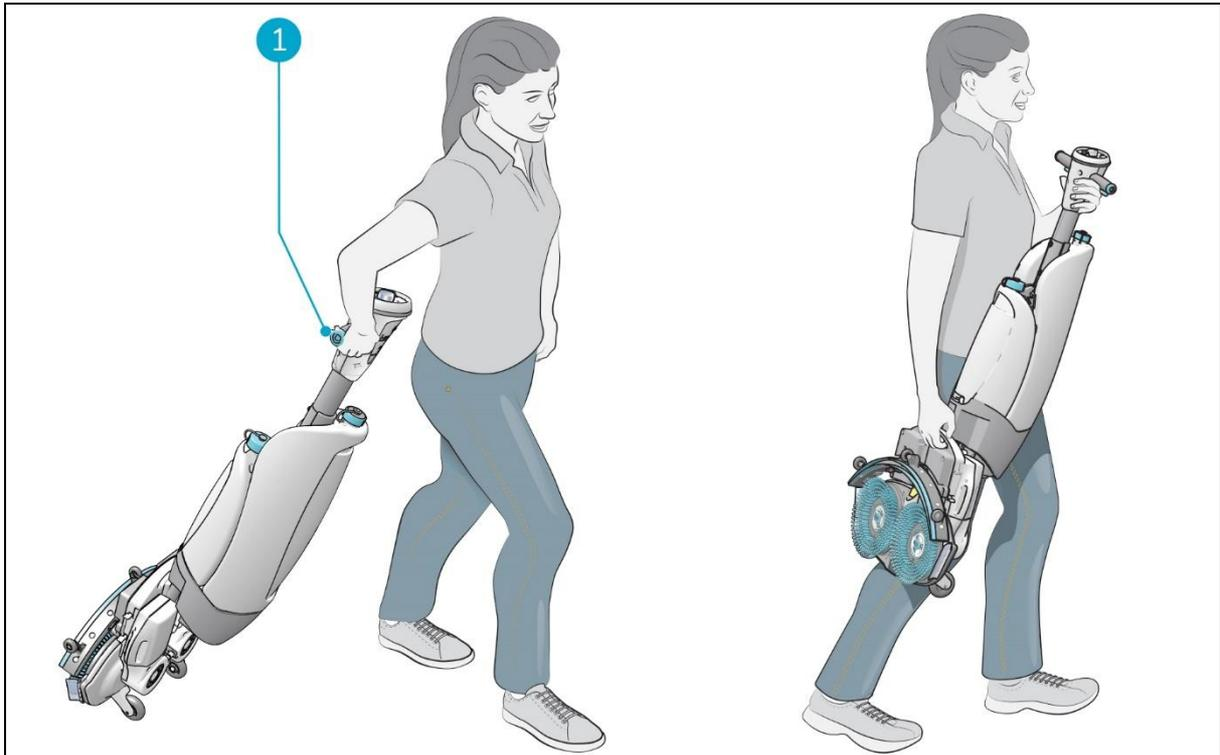

Figure 14
2. Tenir la poignée d'une main (Figure 14, pos 1).